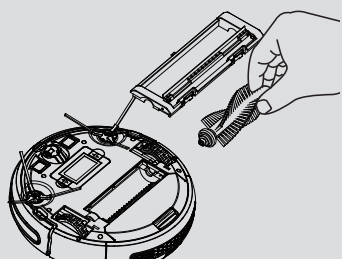

Fig. 12
4. Estrarre la spazzola rotante. **[Fig. 12]**